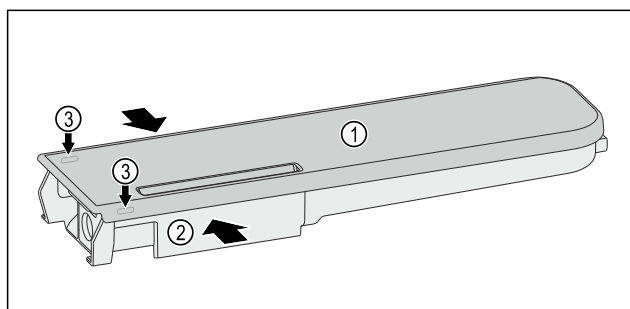

Fig. 231
- Comprimere il serbatoio dell'acqua Fig. 231 (2) e fare leva con attenzione sul coperchio Fig. 231 (1) sollevandolo dai naselli di arresto Fig. 231 (3).
- Spostare leggermente avanti e indietro il coperchio Fig. 231 (1) e rimuoverlo verso l'alto.